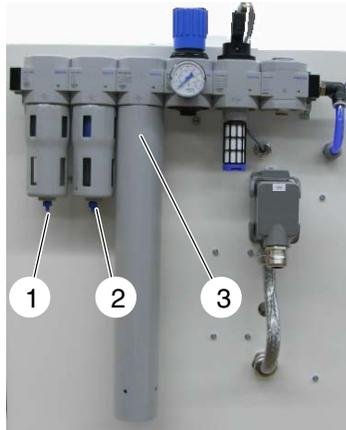

Fig. 5-7
Dévisser le robinet de purge sur le filtre fin et le microfiltre (1 et 2, fig. 5-7). Voir aussi *sécheur d'air comprimé à membrane : Élimination des condensats*.
3. Dévisser le sécheur à air (3, fig. 5-7) et le remplacer entièrement.